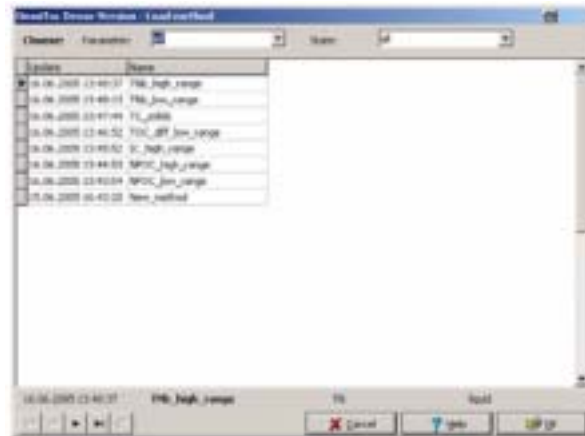

图36 载入一个方法
2. 在Load Method（载入方法）（图36）数据库窗口，在一行中为Parameter Procedure（参数过程）和/或Sample State（样品状态）设置一个过滤器，则符合过滤器的方法将显示在表中。